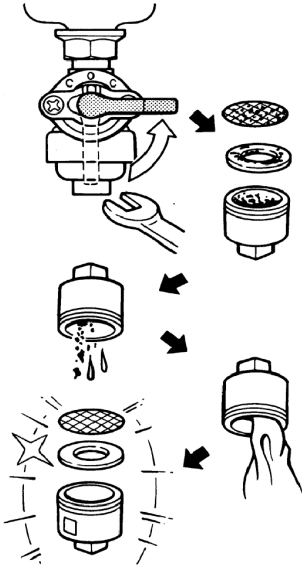

Рис.26
**5.ЗАПІРНИЙ КРАН У ЛІНІЇ ПОДАВАННЯ ПАЛИВА (Рис.26)**